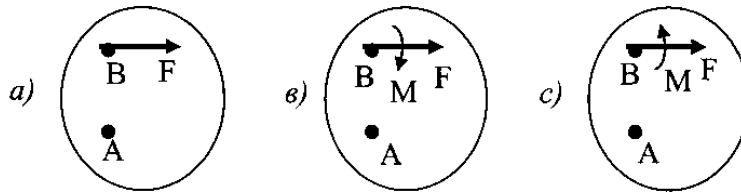

Рис.16
3. Сила  $F$  перенесена из точки  $A$  в точку  $B$ . Какой вариант преобразования (рис.16) не изменяет действия на тело?